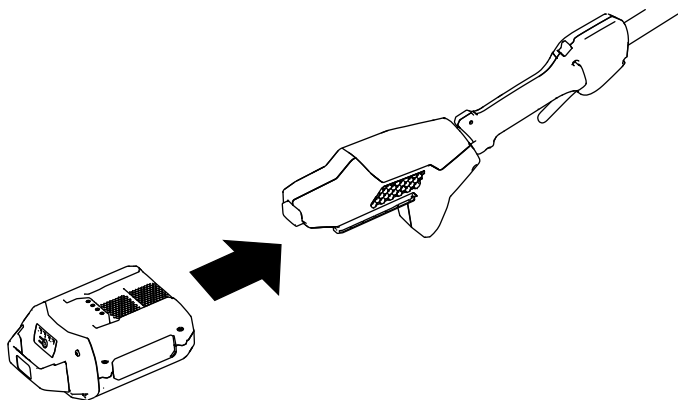

Figura 10
3. Aliniați canalul acumulatorului cu limba de pe carcasa mânerului (Figura 10).